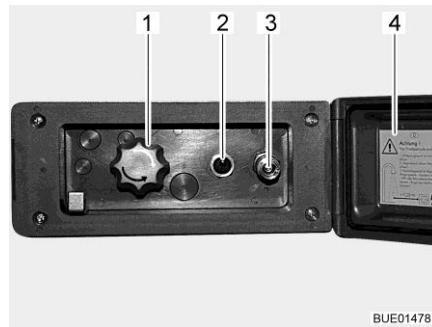

Fig. 128 Raccordo doccia esterno
- Sganciare ed aprire il coperchio (Fig. 128,4).
- Collegare il tubo flessibile della doccia esterna alla chiusura rapida (Fig. 128,3).
- Accendere la pompa dell'acqua con l'interruttore (Fig. 128,2).
- Regolare la temperatura dell'acqua ai gradi desiderati mediante la manopola (Fig. 128,1).
- Spegnerne la pompa dell'acqua con l'interruttore (Fig. 128,2).
- Chiudere il coperchio (Fig. 128,4) e bloccarlo con la chiave.
- Ruotare la manopola (Fig. 128,1) sulla posizione centrale.